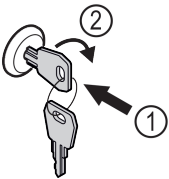

Fig. 46 Esimerkkikuva
- ▶ Paina avain lukkoon Fig. 46 (1).
- ▶ Kierrä avainta 90° myötäpäivään Fig. 46 (2).